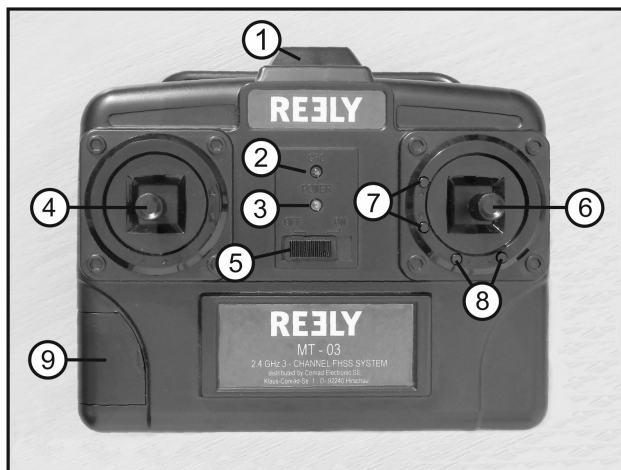

Figure 1
Après avoir inséré des piles neuves, allumez l'émetteur pour le tester en appuyant sur l'interrupteur de fonctionnement (voir fig. 1, n° 5). Pour ce faire, faites coulisser l'interrupteur de fonctionnement de la gauche « OFF » vers la droite « ON ».
Afin de confirmer que l'alimentation électrique est activée, le voyant de fonctionnement rouge (voir fig. 1, n° 3) s'allume et l'émetteur émet une tonalité brève.
Même si le dispositif électronique de réception à l'intérieur du modèle réduit d'avion est équipé d'un circuit de protection intégré visant à éviter un démarrage accidentel du moteur d'entraînement, vous devez vous assurer que le levier de commande pour la fonction du moteur (voir fig. 1, n° 4) se trouve bien en position « Moteur éteint » avant chaque mise en service de l'émetteur. Pour ce fait, le levier de commande doit être poussé complètement vers le bas ou être rapproché tout près du corps.
La batterie de propulsion se recharge à l'aide de l'émetteur de la télécommande. Pour ce faire, ouvrez le couvercle (1) sur la face avant de l'émetteur (voir également fig. 1, n° 9), rabattez-le vers la gauche.
Raccordez ensuite la batterie de propulsion (2) au câble de charge (3) dans le compartiment de recharge. Les connecteurs à fiches sont irréversibles. Ne forcez pas lors du branchement. Dès que la batterie a un contact, le voyant de charge rouge (voir figure 1, n° 2) s'allume et signale le déroulement correct du cycle de charge.
L'émetteur de télécommande est équipé de quatre boutons de trim (voir également fig. 1, n° 7 et 8) permettant de corriger la position médiane des deux fonctions de pilotage pour les gouvernes de profondeur et de direction.